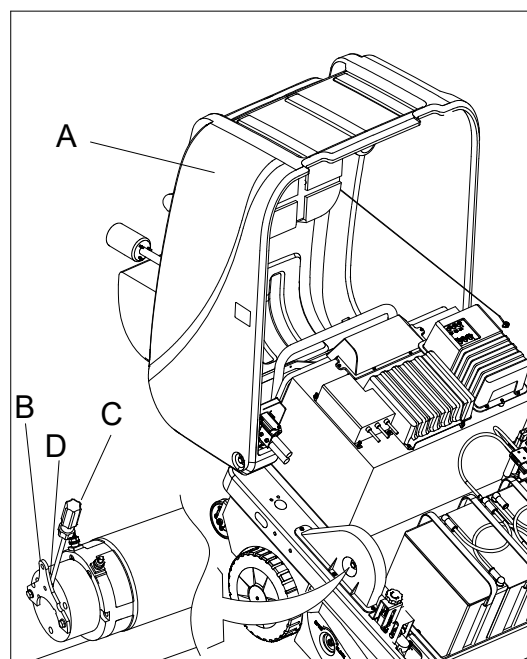

Figura 17
1. Deschideți capacul (A, Figura 17).
2. Trageți de mânerul motorului de acționare (B, Figura 17) spre exterior.
3. Introduceți șurubelnița (C, Figura 17) în fantă (D, Figura 17). Întoarceți capacul, apoi mașina poate fi împinsă sau remorcată.
4. Când mașina este mutată la destinație, scoateți șurubelnița (C, Figura 17), apoi mașina poate funcționa normal.